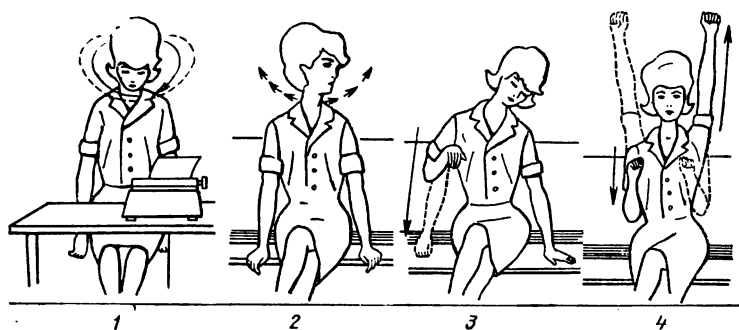

Рис. 20. Гимнастические упражнения
Гимнастические упражнения. Несмотря на совершенство конструкции пишущих машин, точность исполнения и наличие ряда приспособлений, облегчающих машинописный труд и делающих его высокопроизводительным и относительно безвредным для здоровья, длительная работа на пишущей машине в течение дня утомительна. Поэтому следует делать короткие перемены для отдыха и выполнения следующих несложных гимнастических упражнений (рис. 20).
1. При ощущении тяжести в затылке сделайте несколько круговых движений головой (рис. 20, 1).
2. Если мышцы шеи напряжены, наклоните голову и поворачивайте ее вправо и влево, не поднимая плеч (рис. 20, 2).
3. Если руки потеряли гибкость, опустите их, затем поочередно поднимите, согнув в локте до горизонтального положения (рис. 20, 3).
которые могут болеть после долгого сидения, сожмите руки в кулак, одну, выпрямляя, вытяните вверх, другую согните в локте и прижмите к груди. Так продолжайте делать, поочередно меняя руки (рис. 20, 4).
5. Чтобы устранить боль в спине от долгого сидения в несколько согнутом („застывшем“) состоянии, одну руку закиньте за спину сверху, а другую снизу и постарайтесь соединить их на уровне середины спины (рис. 20, 5).